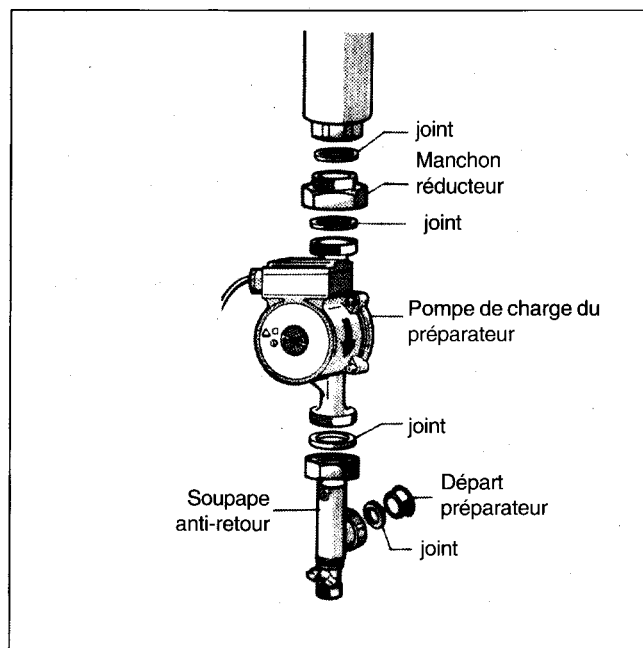

Fig. 5
- Visser l'écrou-raccord de la soupape anti-retour au départ préparateur (fig. 5).
- Monter la pompe de charge du préparateur sur la soupape anti-retour. Prendre garde au joint et respecter le sens d'écoulement ! (flèche - fig. 5).
- Monter le manchon réducteur avec son joint sur la pompe de charge du préparateur (fig. 5).